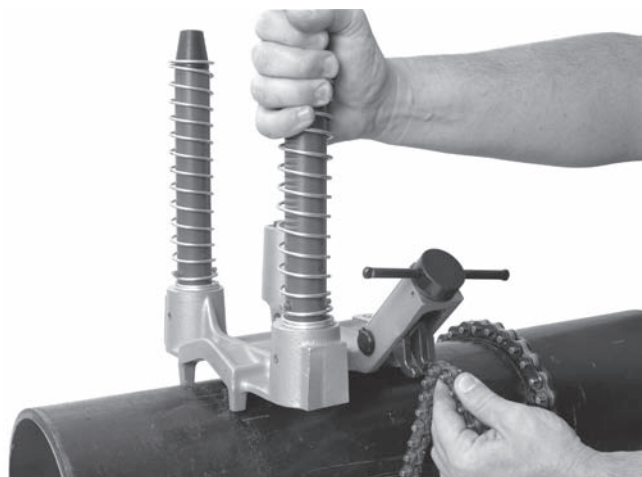

Figura 8 – Aggancio della catena
4. Tenere sempre almeno una mano sul gruppo base per stabilizzarlo e regolarlo. Afferrare l'estremità della catena e tirarla stretta attorno al tubo. Quando si tira la catena, una molla viene compressa all'estremità di fissaggio della catena. Agganciare la maglia della catena più vicina sul gancio - la tensione della molla aiuterà la catena a rimanere inserita nel gancio. Serrare fermamente il gruppo della vite a manovella per tenere il gruppo base contro il tubo. (Ved. Figura 8.)